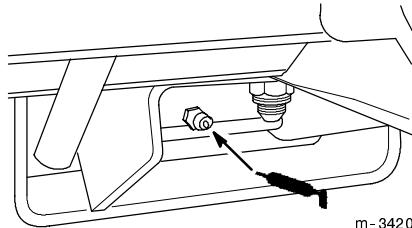

Abbildung 33
6. Den Nippel am Bremspedal einfetten (Abb. 33).